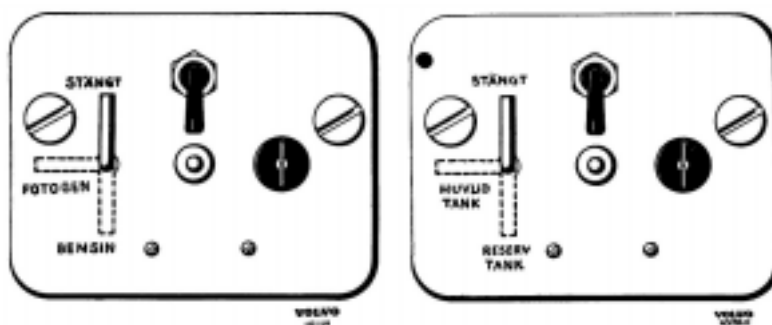

Bild 5. Bränsletanksomkopplarens lägen.
Till vänster på instrumentbrädan finnes en omkopplare, med vilken bränsletillförseln regleras. Omkopplarens olika lägen framgå av bild 5.
1. Ställ in trevägsventilen för drift på bensin (T 33). Bränsletanksomkopplarens lägen framgå av bild 5. Om traktorskötaren glömt att stänga fotogentiloppet, innan motorn stannats och förgasaren således är fylld med fotogen, måste denna avtappas och bensintanken kopplas till, innan startförsök göres. För avtappning av förgasaren finnes en avtappningskran (4 bild 25).